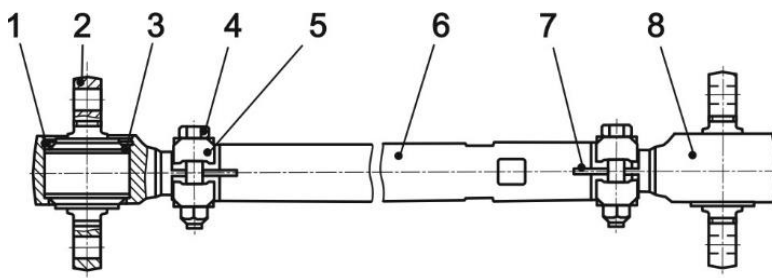

**Рис. 8.3 Штанга подвески**
**Штанга** подвески состоит из двух наконечников 8 (рис. 8.3) и соединительной трубы 6. Один из наконечников накручен на трубу на правой резьбе, другой – на левой, что позволяет при вращении трубы регулировать межцентровое расстояние между наконечниками. Труба на концах имеет прорези 7. Соединение каждого наконечника с трубой фиксируется хомутами 5, стянутыми болтами 4.
**Внимание!** Разрезы стяжных хомутов 5 (рис. 8.3) должны совмещаться с прорезями 7 трубы штанги для обеспечения надежности крепления. При несовмещении прорези трубы с разъемом хомута не создается необходимого усилия затяжки трубы, в результате чего может возникнуть люфт и смятие резьбы при работе подвески с последующим вырывом наконечника из трубы штанги.
Зазор между стяжными площадками хомута 5 (рис. 8.3) должен совпадать с прорезью трубы 7 реактивной штанги.